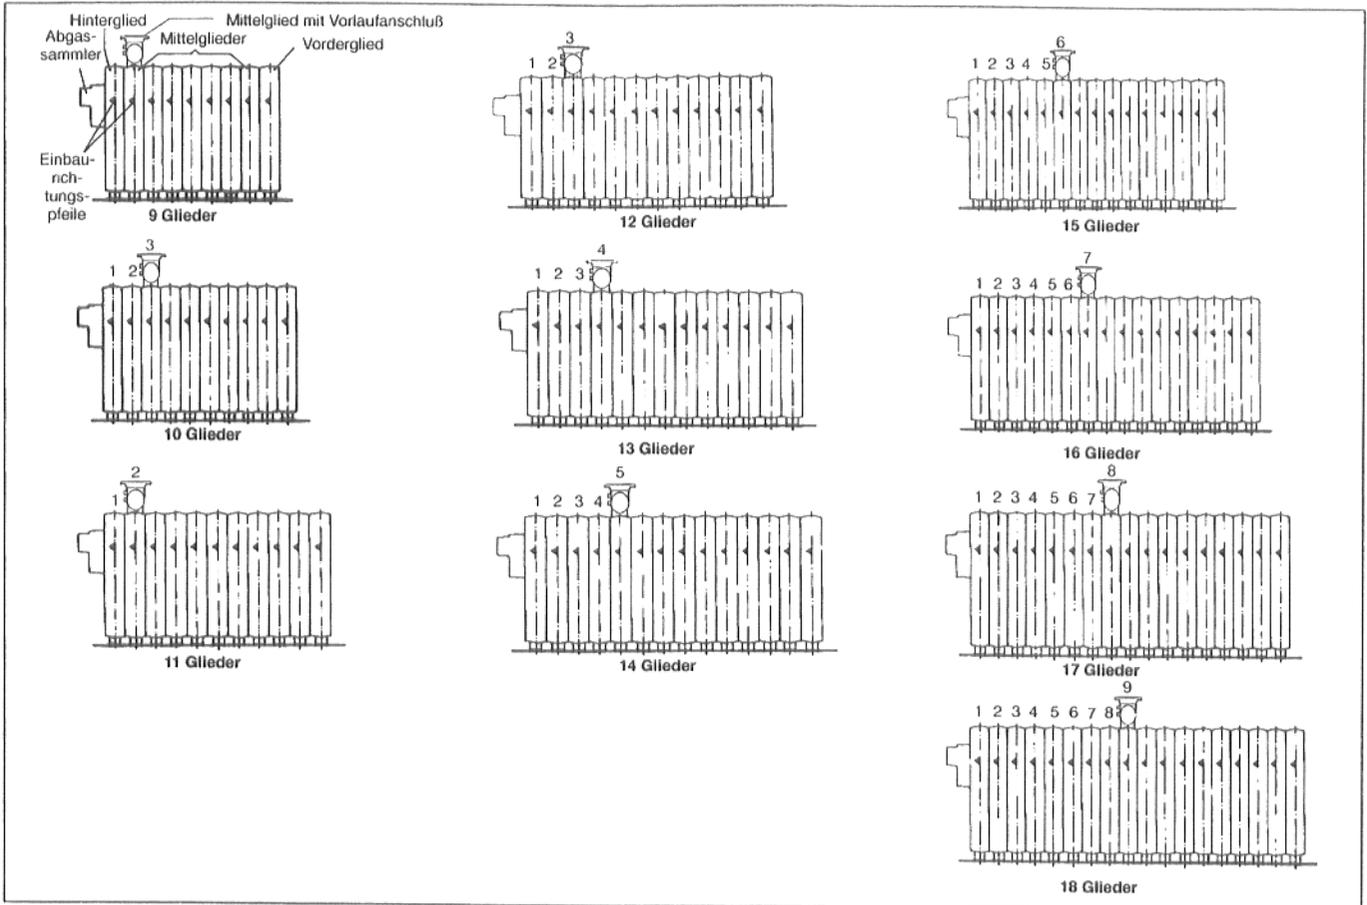

Abb. 8
Beim Zusammenbau ist auf die Einbaurichtungspfeile und die Position des Mittelliedes mit oberem Vorlaufabgang (Abb. 8) zu achten und nach den unten stehenden Abbildungen zu montieren!
Beim Zusammenbau der Glieder auf die aufgegosenen, weiß gekennzeichneten Einbaurichtungspfeile achten. Die Einbaurichtungspfeile befinden sich oben rechts und links an den Gliedern. Die Einbaurichtungspfeile müssen nach hinten zeigen (Abb. 8).
- ☞ Nach Abb. 8 prüfen, an welcher Stelle das Mittelglied mit oberem Vorlaufabgang zu montieren ist.